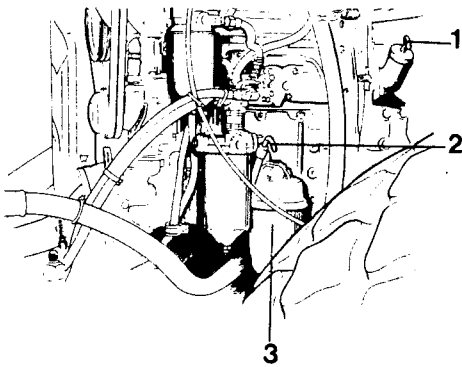

Abb. 42 Dieselmotor
- 1 Die Umgebung der Ablassschraube (1) reinigen und ein Gefäß mit mindestens 12 Liter Inhalt unter die Schraube stellen.
- 2 Die Umgebung des Öleinfülldeckels (1, Abb. 42) reinigen, dann den Deckel abnehmen.
- 2 Mit dem Ölmeßstab (2, Abb. 42) den Ölstand prüfen.
- 3 Den Einfülldeckel (1, Abb. 42) anbringen und fest anziehen, so daß er dicht hält.